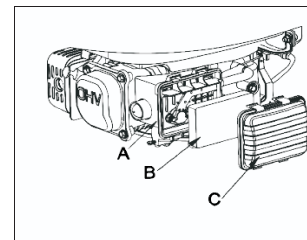

Fig. 10
9.7.1 ISPEZIONE (vedi Fig. 10)